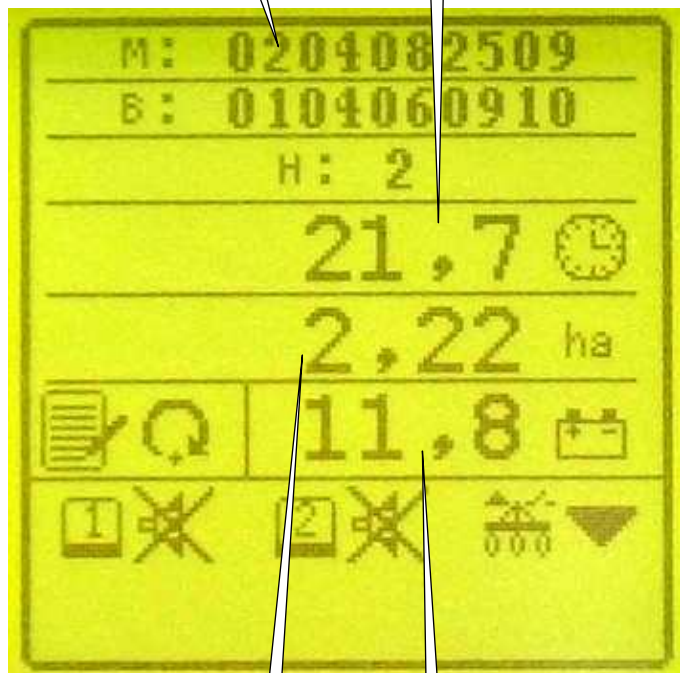

Fig. 2
**A** : mettre en sur-brillance le symbole A. L'affichage (Fig. 2) apparaît :